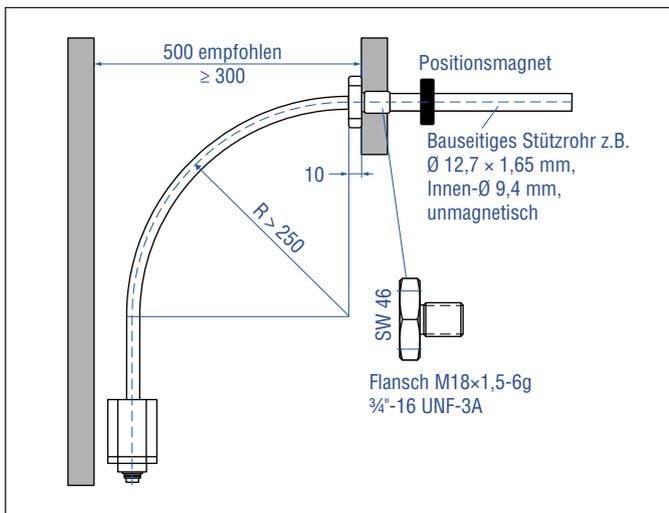

Abb. 29: Abstände für die Montage und Handhabung
- Halten Sie bei der Montage/Demontage des Sensors einen Mindestabstand von 300 mm zu einer räumlichen Begrenzung ein. Der empfohlene Abstand beträgt 500 mm (Abb. 29).